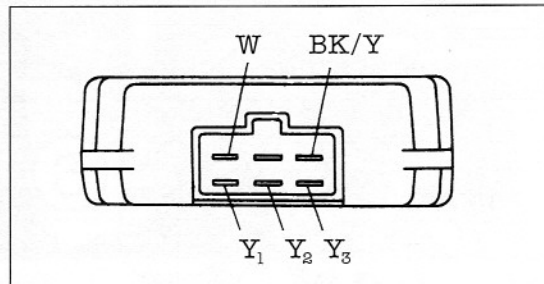

Bild 150
-  Widerstand der drei Y-Anschlüsse (Bild 150) jeweils gegen W- und BK/Y-Anschluss messen.